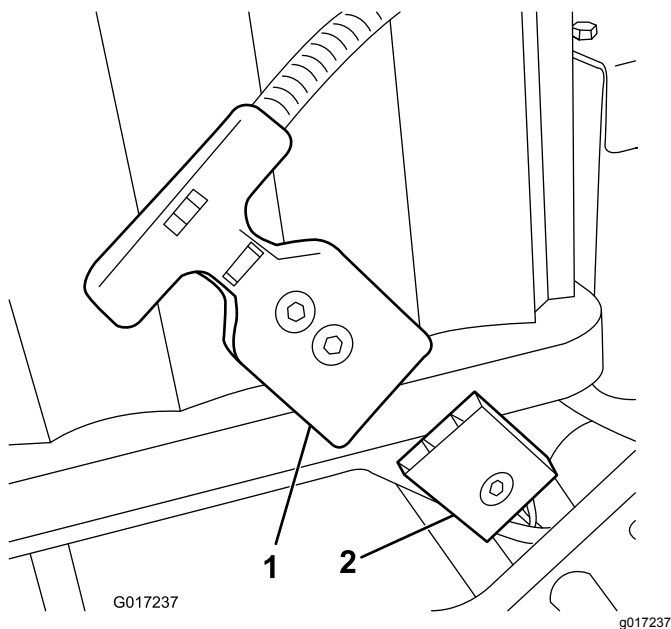

Рисунок 15
Примечание: Если не удастся совместить вилку жгута проводов машины с гнездом аккумуляторной батареи, уже установленной на машине, то можно сначала подсоединить жгут проводов к аккумуляторной батарее, а затем установить аккумуляторную батарею на машину. Отсоедините главный разъем питания (Рисунок 15) от основания аккумуляторной батареи. Установите разъем на аккумуляторную батарею согласно описанию. Установите аккумуляторную батарею на основание, проложив прилагаемый жгут проводов через соответствующее отверстие, затем прикрепите главный разъем питания к основанию аккумуляторной батареи, используя ранее снятые крепежные детали.
16. Подсоедините разъем с Т-образной рукояткой главного жгута проводов машины к главному разъему питания на основании аккумуляторной батареи (Рисунок 15).